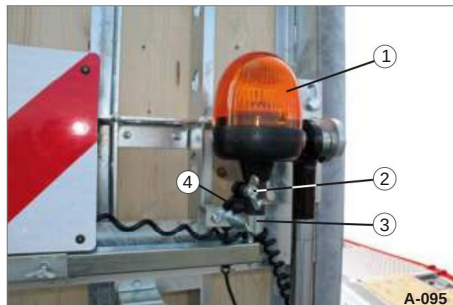

Bild 96 Roterande varningsljus, monterat
• Fäst den roterande varningslampan (Bild 96/1)
på fäströret (Bild 96/3).
• Dra åt vingmuttern (Bild 96/2) på
(Bild 96/2) på klämskruv.
• Ta bort rotorljuset från fäströret (bild 96/3).